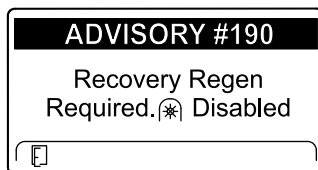

Figure 41
- ADVISORY #190 (avis n° 190), demande de régénération d'urgence – prise de force désactivée, affiché (Figure 41)